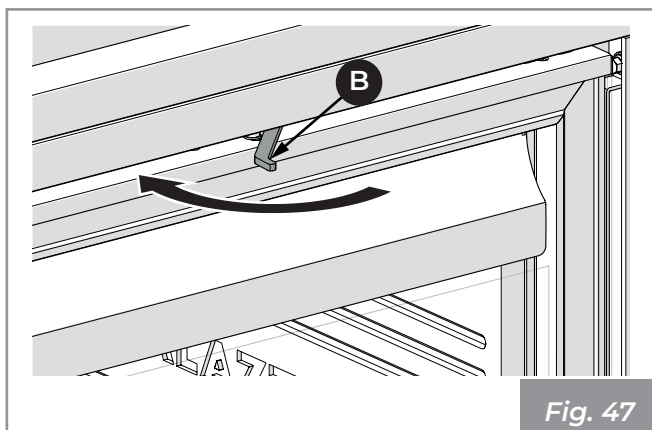

Fig. 47
5) Empujar con la mano la palanca (B) y regresarla a la posición de bloqueo (Fig. 47).